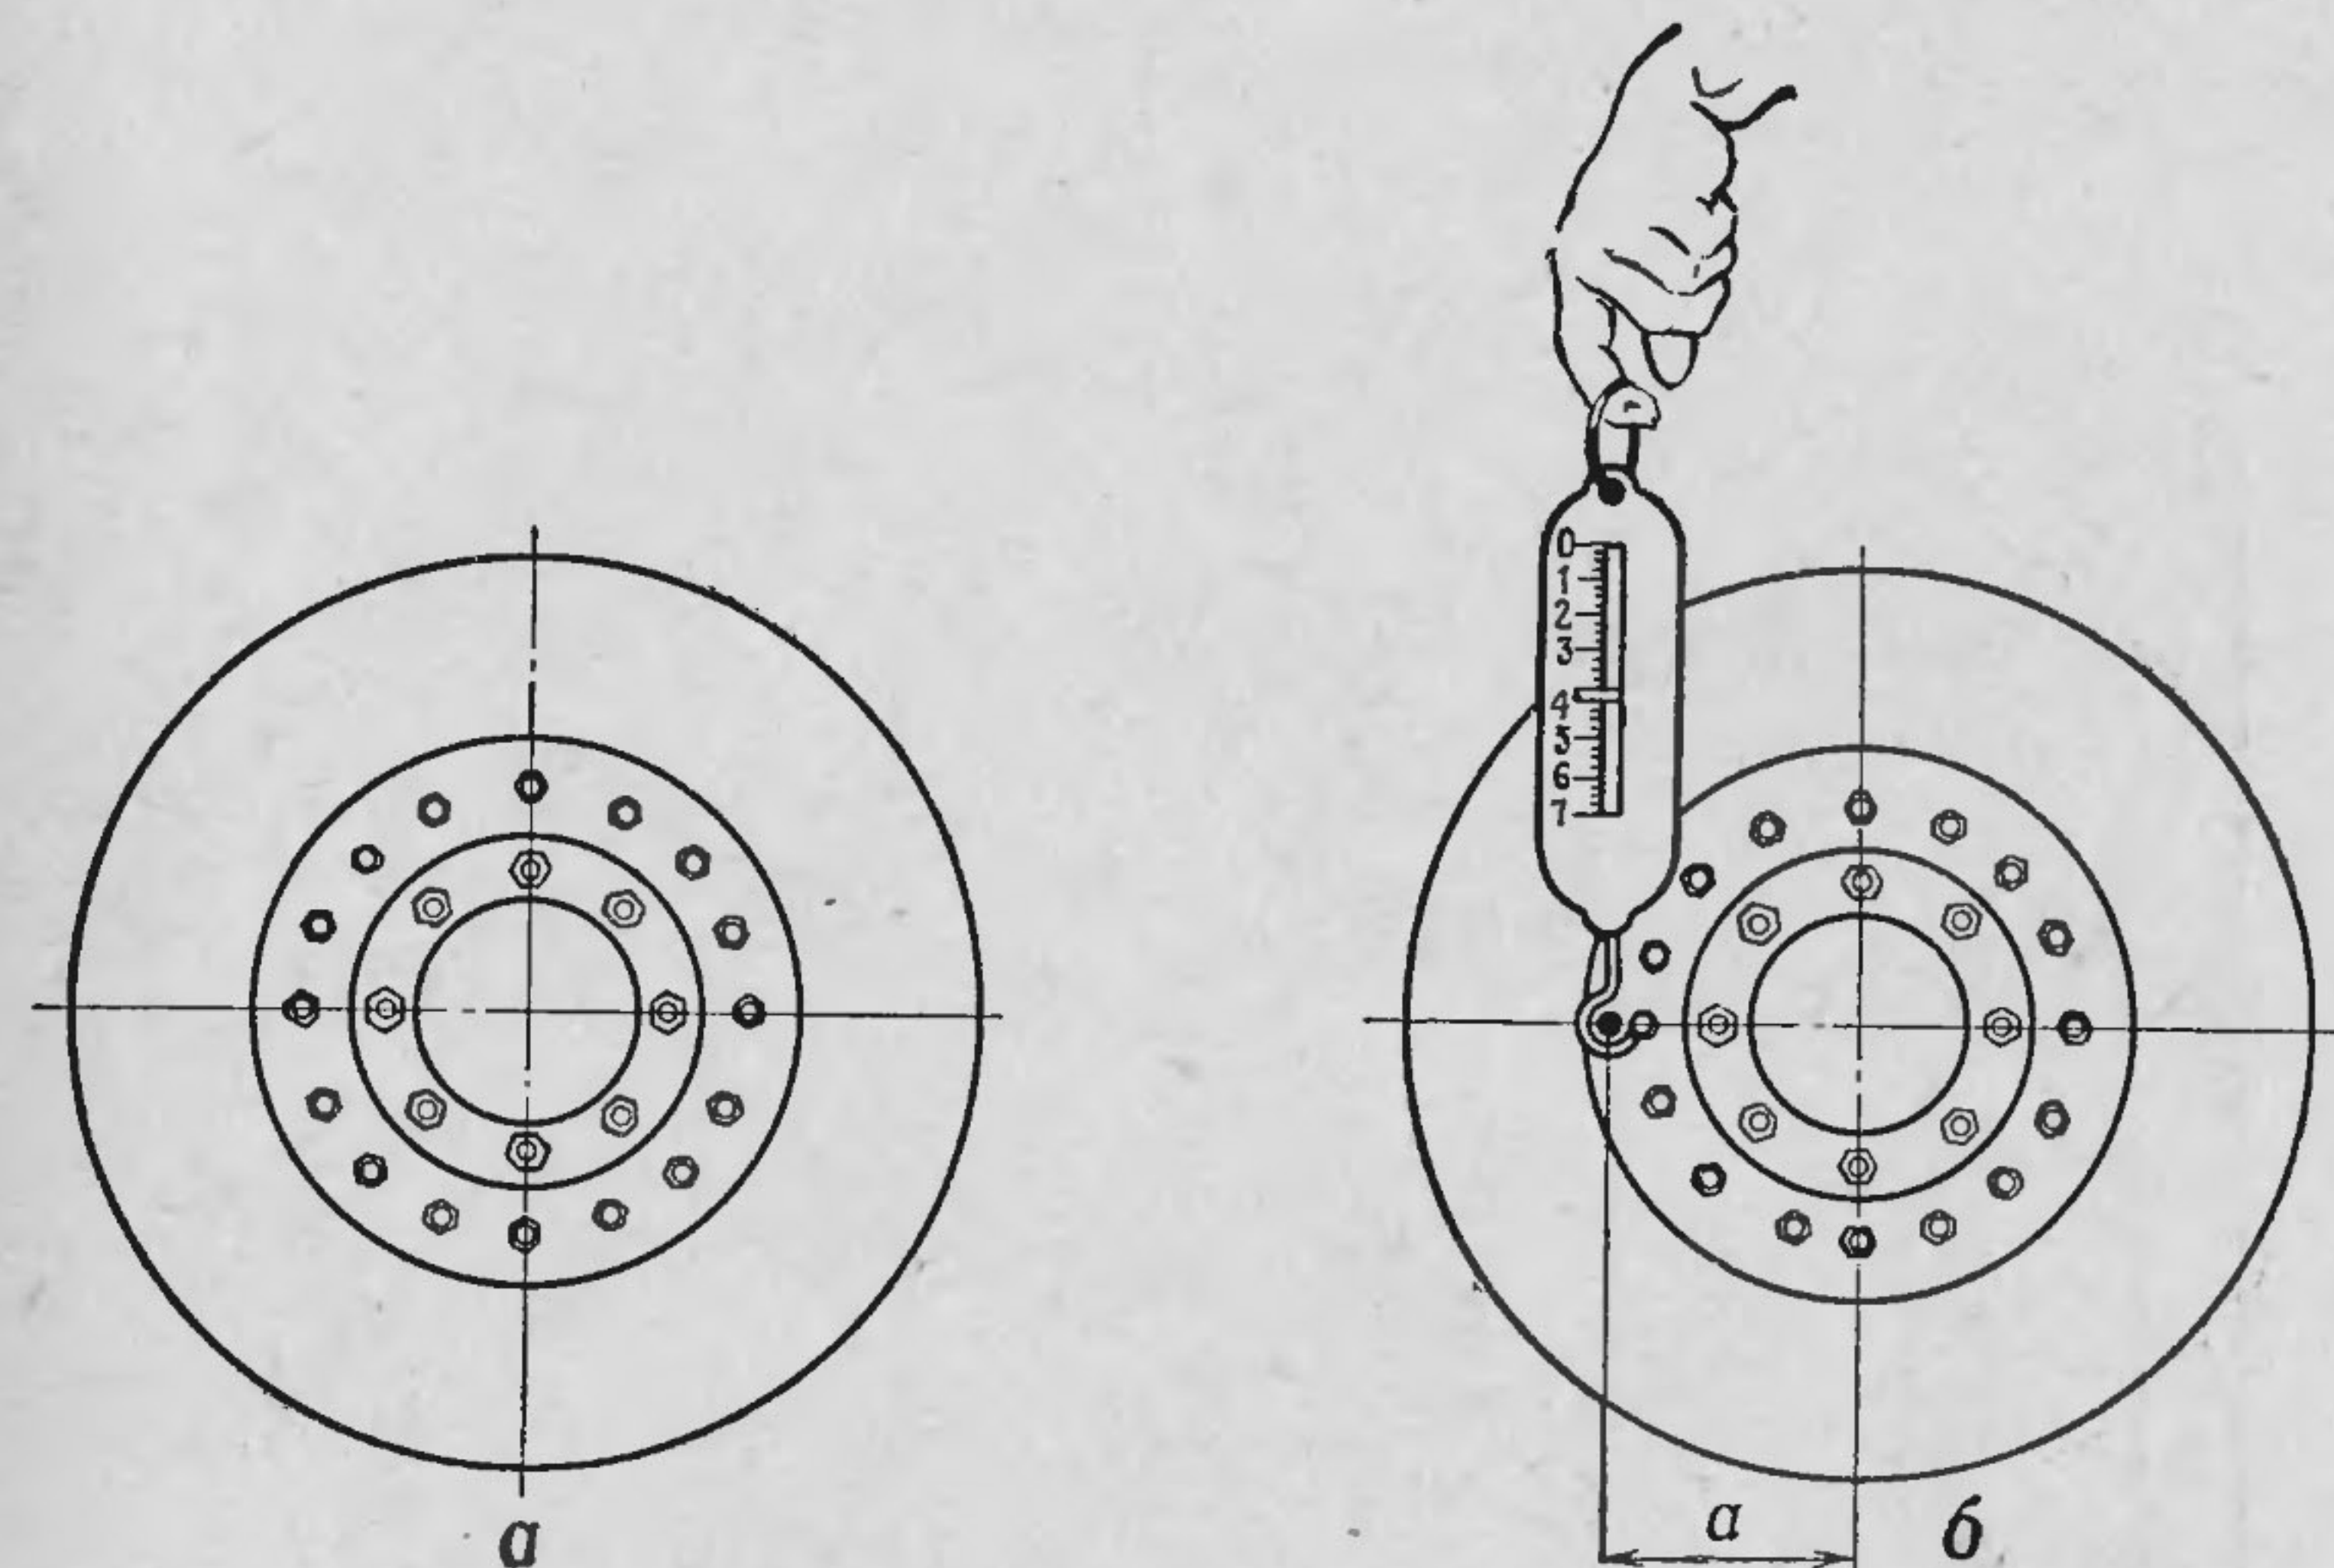

Рис. 51. Проверка дисбаланса колеса:
9. Проверить дисбаланс колеса (рис. 51), для чего: